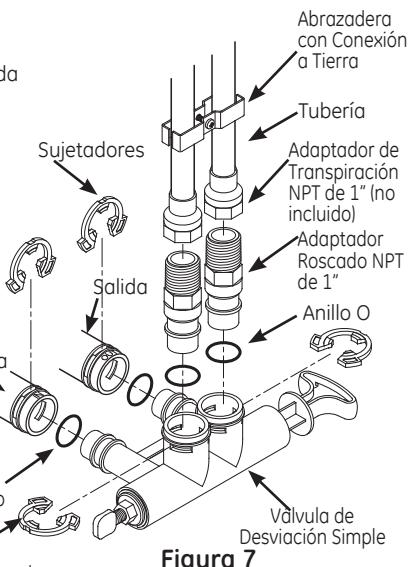

Figura 7
1. Retire dos abrazaderas de las puertas de entrada y salida de la válvula del suavizante de agua y visualmente controle y retire cualquier escombro; (consulte la Figura 7).
3. Si aún no se realizó, coloque una cobertura luminosa de grasa de silicona (la condición de que) en los anillos o de desviación simple; (consulte la Figura 7).